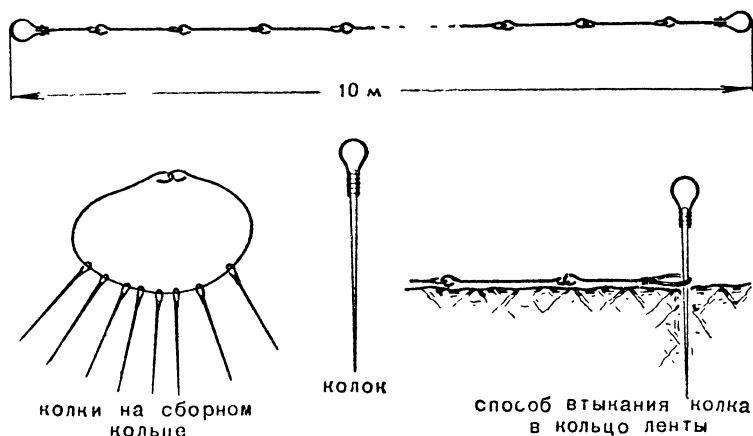

Рис. 19. Мерная цепь.
рять на одном конце, наверху загнуть петлёй. Все колки нанизать на сборное кольцо из проволоки (рис. 19). Измерение производить вдвоём.
3) Надеть заднее кольцо ленты на вбитый кол. Передний работник, растянув ленту, втыкает в своё кольцо ленты первый проволочный колок (рис. 19).